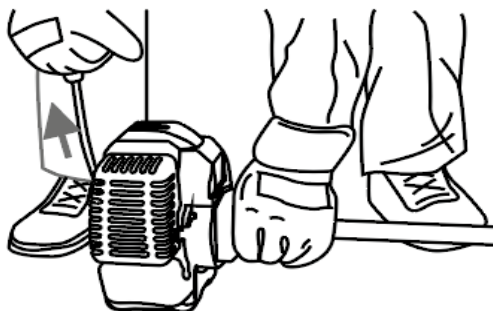

Рисунок 10. Схема розташування мотокоеси під час запуску.
3. Утримувати мотокоосу під час запуску двигуна, притиснувши її штангу до поверхні землі (рис. 10).